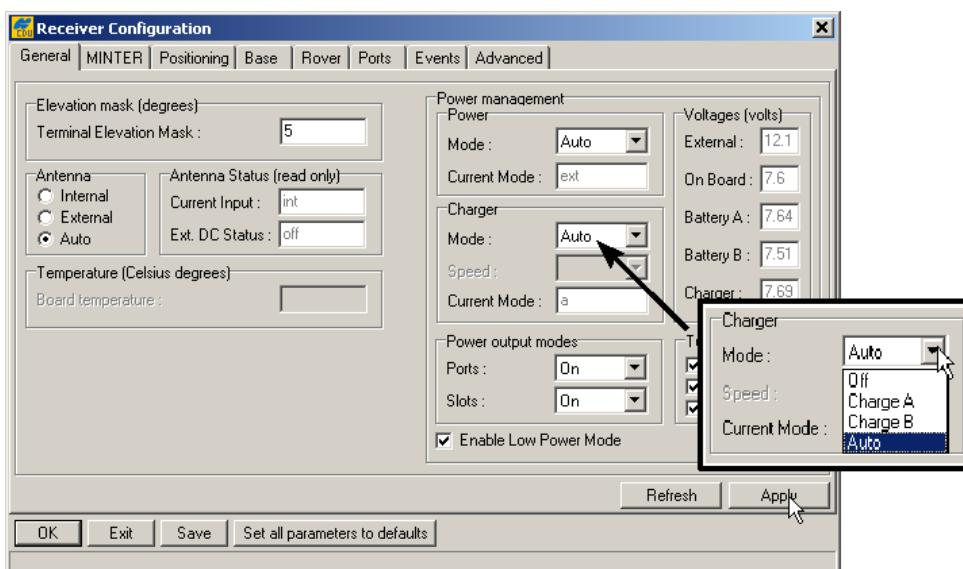

Рисунок 2-3. Выбор режима зарядного устройства
4. В области *Charger* (Зарядное устройство) щелкните на выпадающем списке *Mode* (Режим) и выберите в нем нужный режим зарядки (см. рис. 2-3). Поле *Current Mode* (Текущий режим) указывает на заряжающуюся батарею: а, б или off (батареи не заряжаются).